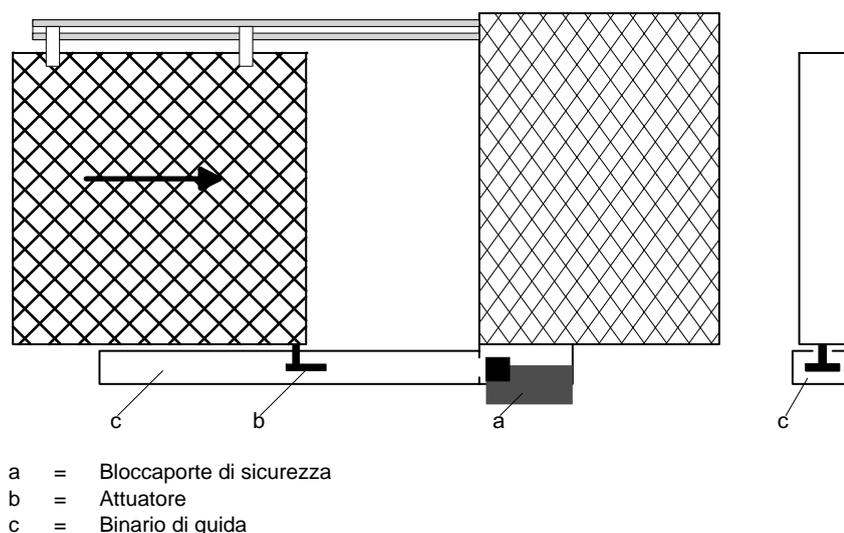

Fig. 7 Esempio di montaggio: "Montaggio nascosto"
- Il montaggio nascosto* (vedere fig. 7) impedisce l'introduzione di "Attuatori di sostituzione" offrendo contemporaneamente un'elevata protezione contro danneggiamenti.